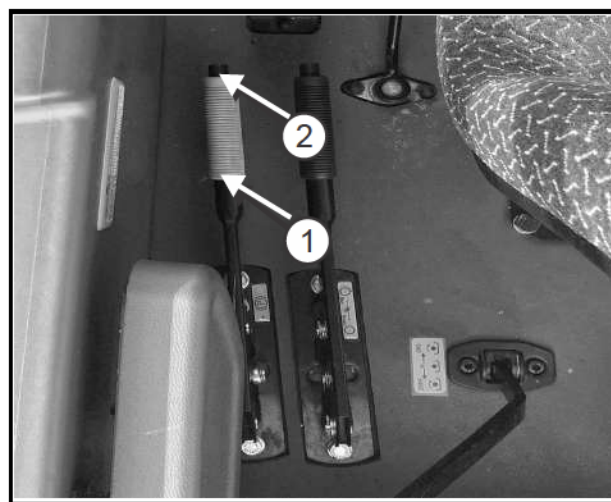

Рис. 4-14
Стояночный тормоз включается при помощи рычага (1 Рис. 4-14), который воздействует на тормозные диски через механический привод.
Полностью вытянуть рычаг (1 Рис. 4-14) для включения стояночного тормоза.
Слегка потянуть за рычаг (1), нажать на кнопку (2), опустить рычаг и отпустить кнопку (Рис. 4-14).